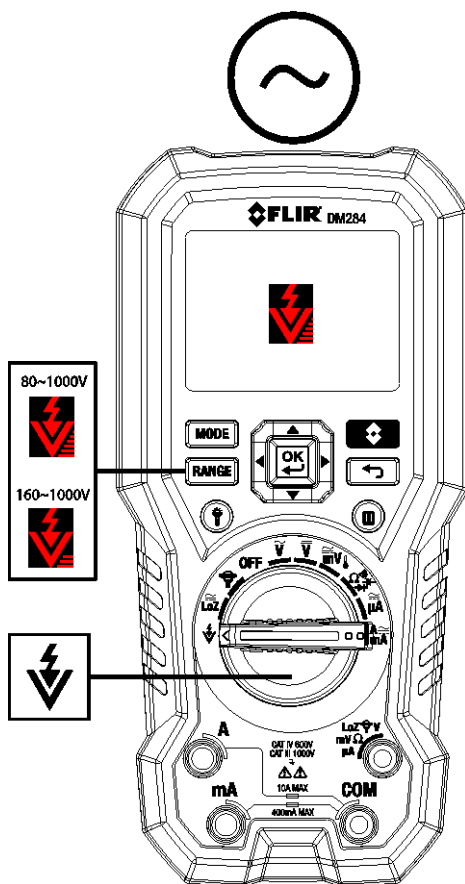

Fig. 7-2 Contactloze Spanningsdetector
1. Zet de functieschakelaar op de NCV  positie. Zie Fig. 7-2.